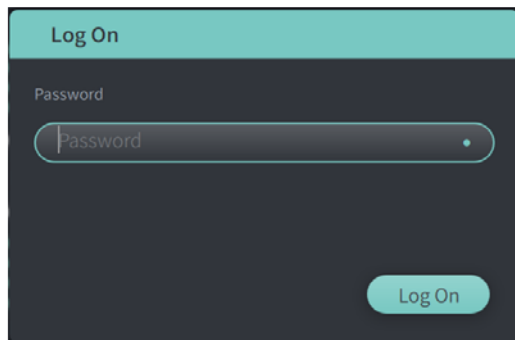

図 1 Log On ウィンドウ
- (3) 前回の使用時に 1-1 (1)と 1-1 (2)の操作が行われた状態でシステムがシャットダウンしている場合は、キーボードトレイの上にある[On/ Shut Down]の端を押してシステムを起動すると、Patient List (患者リスト)または Log On ウィンドウ (図1)が表示される。